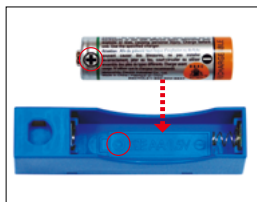

Fig. 47
2. Se till att plus och minussidan på batteriet motsvarar symbolerna i batterihållaren innan batteriet sätts fast (se Fig. 47).